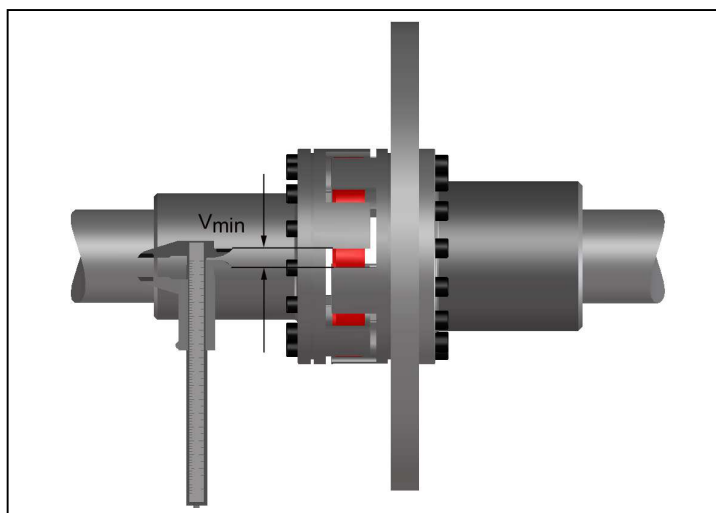

Bild 14
- Messen Sie gemäß Bild 14 den Klauenabstand „V“ in Umfangsrichtung über den Puffern, an denen beidseitig die Klauen anliegen. Die benachbarten Puffer haben dabei keinen Klauenkontakt.